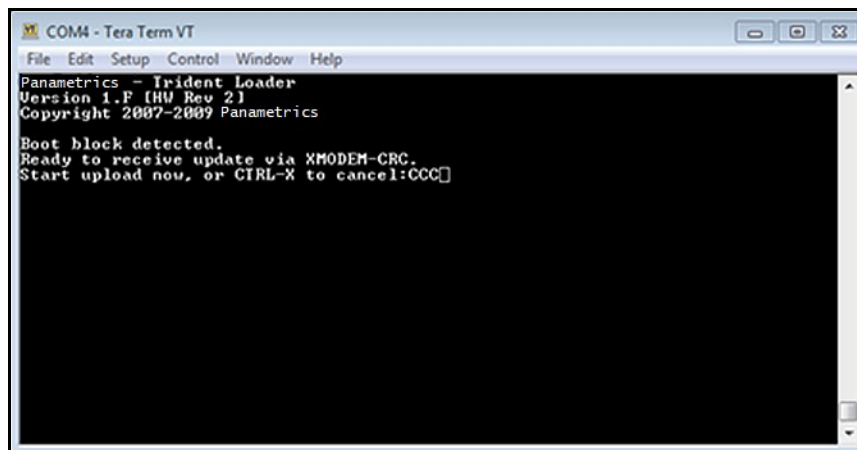

Abbildung 78: Tera Term gibt an, dass das Messgerät zum Empfang der Aktualisierung bereit ist
5. Wählen Sie im *Tera Term*-Terminalfenster (siehe *Abbildung 78* unten) die Optionen *File*, *Transfer*, *XMODEM* und *Send* in den jeweiligen Dropdown-Menüs aus.